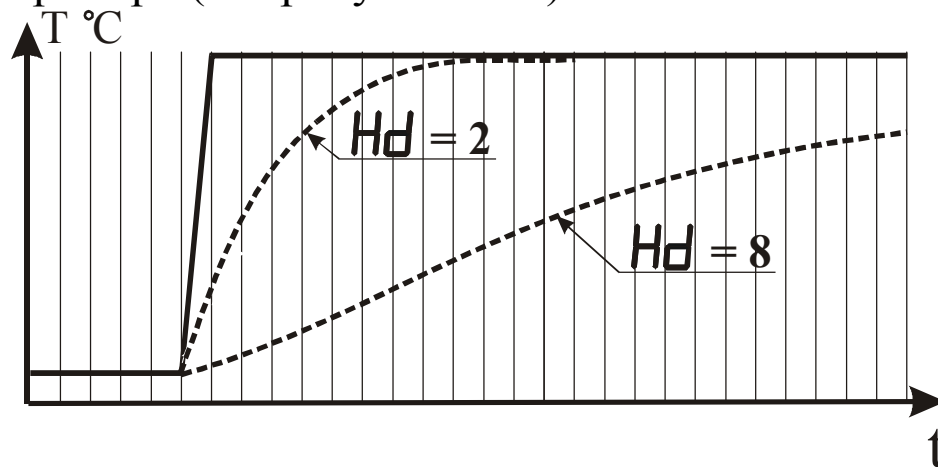

Рисунок 3.10 - Влияние параметра “Время усреднения” на показания прибора при различных значениях параметра Hd
3.3.2.9 Параметр “Время усреднения” указывают в количестве периодов опроса входного датчика ($N_{\text{опр.}}$). Этот параметр позволяет добиться более плавного изменения показаний прибора. Для этого производится вычисление среднего арифметического из последних ($N_{\text{опр.}}$) измерений. При значении параметра равном 0 интегратор выключен. Уменьшение значения времени усреднения приводит к более быстрой реакции прибора на скачкообразные изменения измеряемого параметра, но снижает помехозащищенность прибора (см. рисунок 3.10).